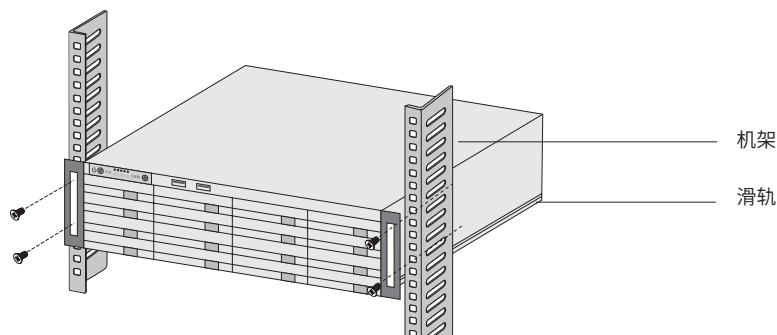

图2-1 机架安装示意图
3. 用螺钉将L型角铁固定在机架两端固定的导槽上,确保视频存储管理服务器稳定、水平地安装在机架上,如图2-1所示。